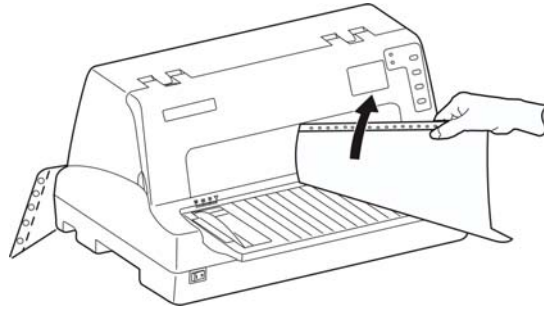

图 3-11 撕连续纸
1. 打印机的出厂默认设置已开启进纸至撕纸位功能。打印完毕后，打印机自动将连续纸的页缝送至撕纸位置。此时，用手将纸张沿打印机前盖边缘（切纸边）撕开（如图 3-11 所示）。撕连续纸前，如果纸张的页缝未正确对准打印机前盖边缘，请调整撕纸位置（参考“第四章 控制面板”中的“调整撕纸位置”部分）。